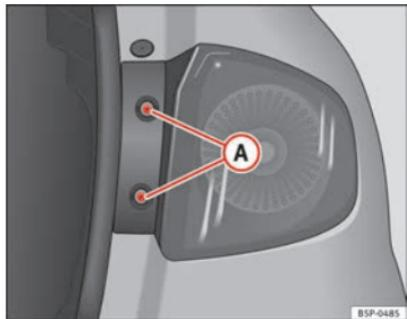

Abb. 190 Standlicht /
- Drehen Sie die Schrauben → Abb. 190 (A) heraus.